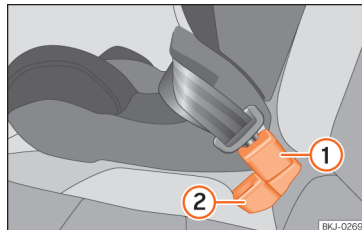

Abb. 42 Position des Gurtschlössers auf der Rücksitzbank
- ① Gurtschloss für den mittleren Sitzplatz
- ② Gurtschloss für den äußeren Sitzplatz
- Gurtschloss für den mittleren Sitzplatz >>> **[Abb. 42]** ① hinter dem Gurtschloss für den äußeren Sitzplatz >>> **[Abb. 42]** ② anbringen.
- Schlosszunge des Sicherheitsgurts des mittleren Sitzplatz in das Gurtschloss für den mittleren Sitzplatz >>> **[Abb. 42]** ① stecken, bis es hörbar einrastet.
- Damit die Gurte richtig eingelegt sind, sollten die Gurtschlösser nicht verdreht werden >>> **[Abb. 42]**.